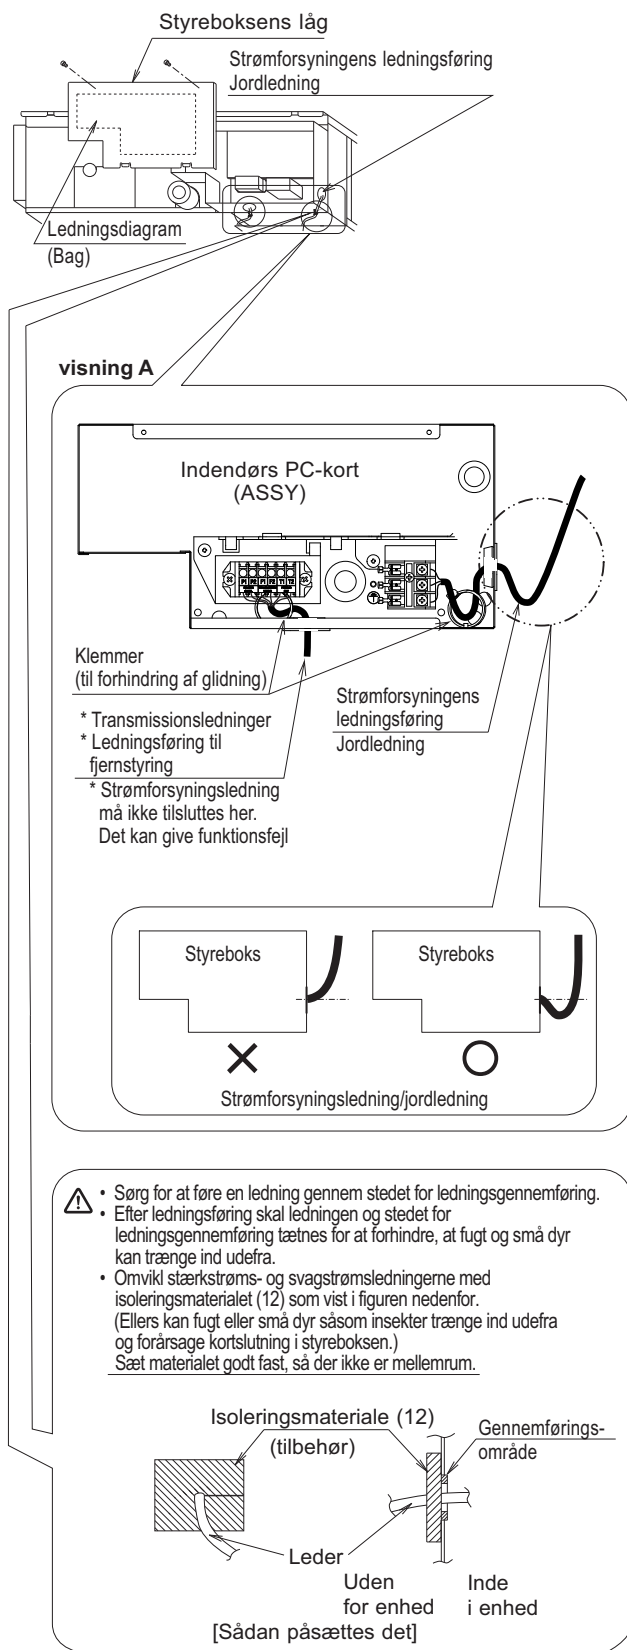

Fig. 17
Fastgør kablerne med klemmerne (9)(10) (tilbehør), som vist i fig. 17, således at tilslutningskablerne ikke belastes.
- Ledningsføring skal først foretages, når låget over kontrolboksen er fjernet som vist på fig. 17, med henvisning til visning A.